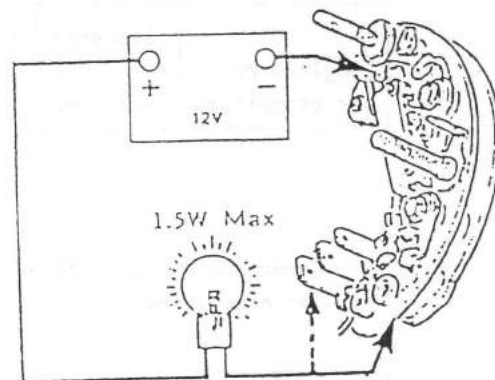

Fig. 10.35
1. Conecte una fuente de alimentación de 12 V. (c.c.) a través de una lámpara de prueba de 1,5 vatios como máximo, instalada de tal manera que forme un circuito al conectarla a uno de los diodos (Fig. 10.35)